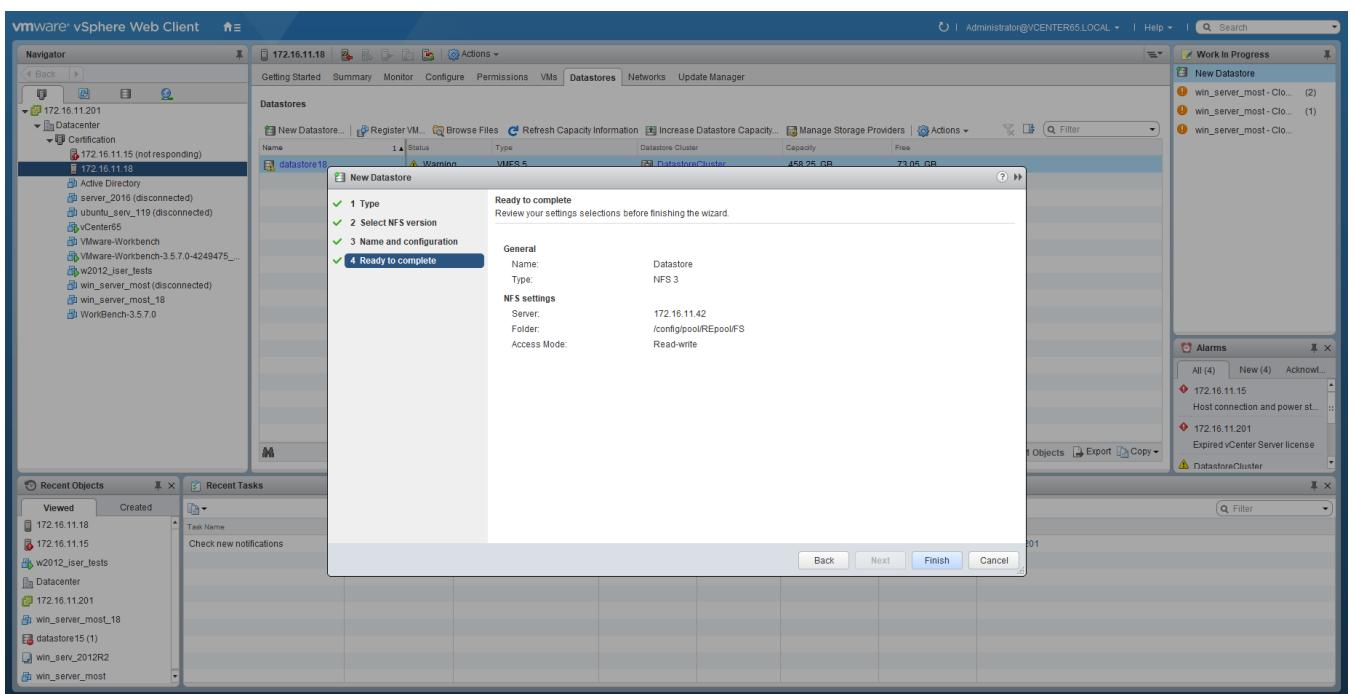

Рисунок 96 – Подтверждение создания Datastore
- 9) Подтвердить введенные данные нажатием кнопки «Finish» (см. Рисунок 96)